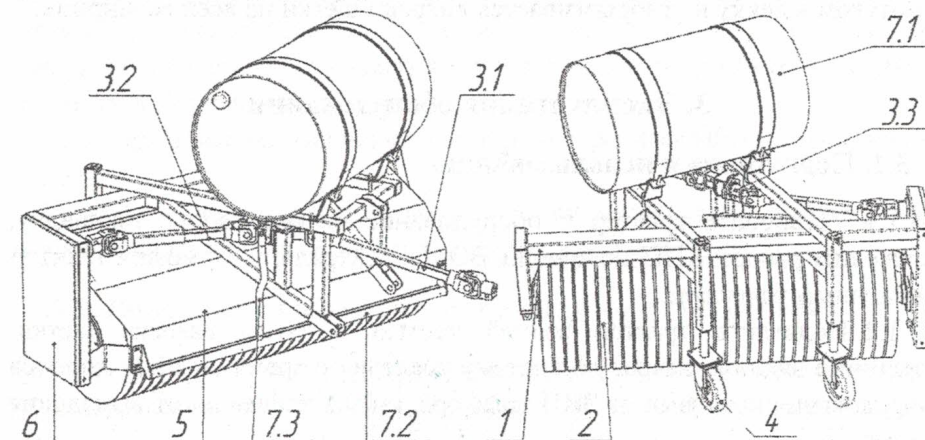
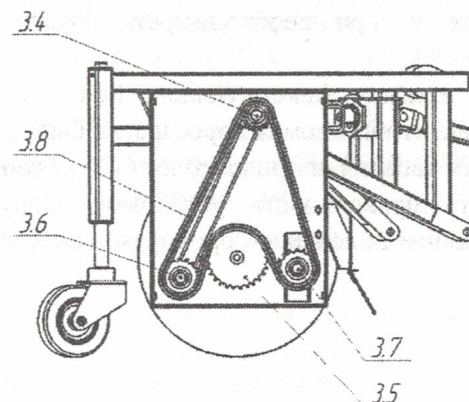

Рис.1 Устройство щетки
Рис.2 Передача цепная
Щетка состоит из следующих основных составных частей (рис.1): корпус 1, щетка 2, привод щетки 3, колеса опорные 4, щиток щетки 5, крышка цепной передачи 6, система полива 7.
Привод щетки (рис.1, рис.2) включает в себя карданные валы 3.1 и 3.2, промежуточную опору 3.3, звездочку ведущую 3.4, звездочку ведомую 3.5, звездочку обводную 3.6, звездочку натяжную 3.7, цепь приводную 3.8.
Система полива (рис.1) устанавливается по заказу потребителя (опция), включает в себя бак с комплектом крепления и краником 7.1, лейку 7.2, шланг соединительный 7.3.
3.1.3. Соедините ВОМ трактора с карданным валом щетки (поз.3 рис.1), затяните и законтрите гайкой болт.
6.1 Снять крышку цепной передачи 6 (рис.1);
6.2 Ослабить крепление натяжной звездочки 3.7 (рис.2);